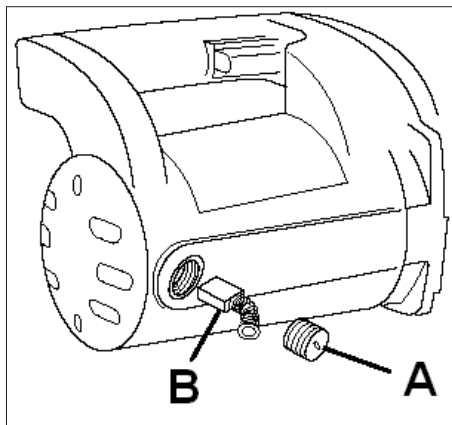

Рис. 11
- Открутите колпачок щётки (A, рис. 11).